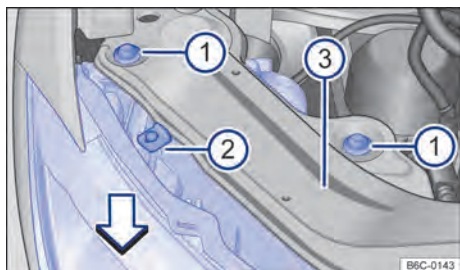

Fig. 160 En el compartimento del motor: tornillos de fijación del faro delantero.
- Quitar los tornillos de fijación → fig. 160 ❶ con ayuda de una llave torx.
- Mover el faro hacia delante, en la dirección de la flecha → fig. 160, hasta que los dos clics de la parte inferior se desacoplen y permitan retirar el faro.
- Desencajar el conector de alimentación para retirar por completo el faro → ❶.
- Volver a colocar el faro con cuidado hasta que los dos clips inferiores encajen y el tope superior → fig. 160 ❷ apoye en el soporte del faro ❸.
- Volver a colocar los tornillos de fijación ❶ en la carcasa del faro.
- Presionar el faro contra el tope central superior ❷ y apretar los tornillos ❶ con la llave torx.